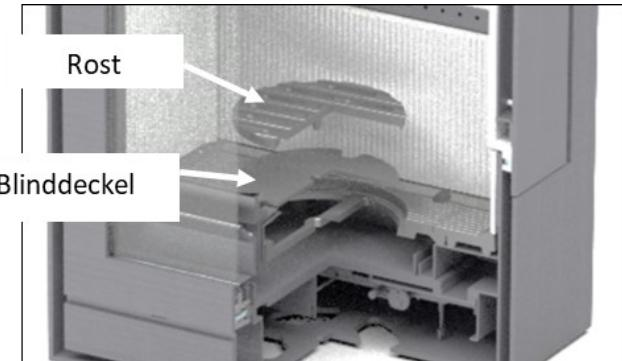

Abb. 14
**Wichtig:** Bei schwachem Zug und/oder unzureichender Glut wird empfohlen, die untere Luftzufuhr leicht geöffnet zu lassen, damit Ihr Gerät seine normale Leistung erreichen kann (manchmal kann dies mehr als eine Stunde dauern). Je nach Modell wird ein Blinddeckel geliefert, der sich unter dem Grill/Rost befindet (Abb. 14). Bei schlechtem Zug oder Verwendung von Kohle entfernen! Je nach Modell wird es mit einer Abgas-Drosselklappe geliefert, die erforderlich ist, um die vom offiziellen Labor, das dieses Produkt getestet hat, akkreditierten Ergebnisse zu erhalten. Um die Abgas-Drosselklappe zu entfernen, entfernen Sie zuerst die Innenverkleidungsteile. Entfernen Sie die Abgas-Drosselklappe indem Sie sie anheben und um 90 Grad drehen. Setzen Sie dann die Innenteile wieder ein. Siehe hierzu den Abschnitt "Installation der Innenverkleidung".
einen Blindrost hat, entfernen Sie diesen, bevor Sie die Asche reinigen. Er befindet sich unter dem Rost (Abb. 14).